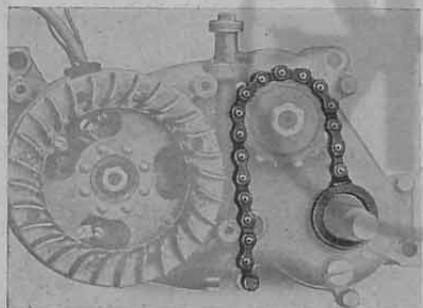

Bild 9: Haltekette, Ersatzteil Nr. 09-30.32
3. Haltekette zum Lösen der Mutter für Kettenritzel Z 14 (Bild 9).